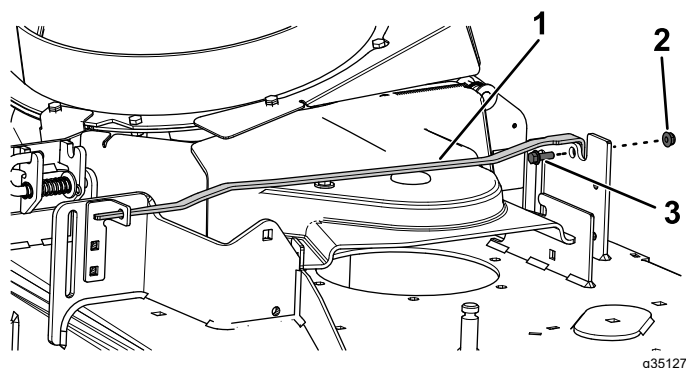

Figura 13
2. Prenda a barra utilizando um parafuso de cabeça flangeada ($\frac{1}{4} \times \frac{3}{4}$ pol.) e porca de bloqueio ($\frac{1}{4}$ pol.) como se mostra na Figura 13.